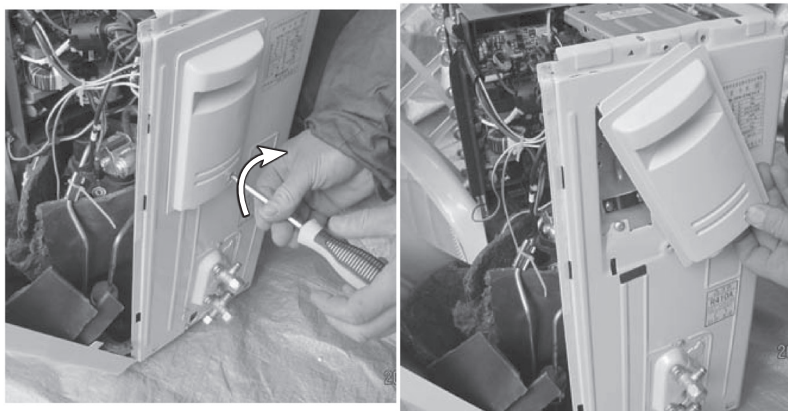

图 4-10 拆开室外机接线盒
① 拆开室外机供电端接线盒处的固定螺钉，如图 4-10 所示。